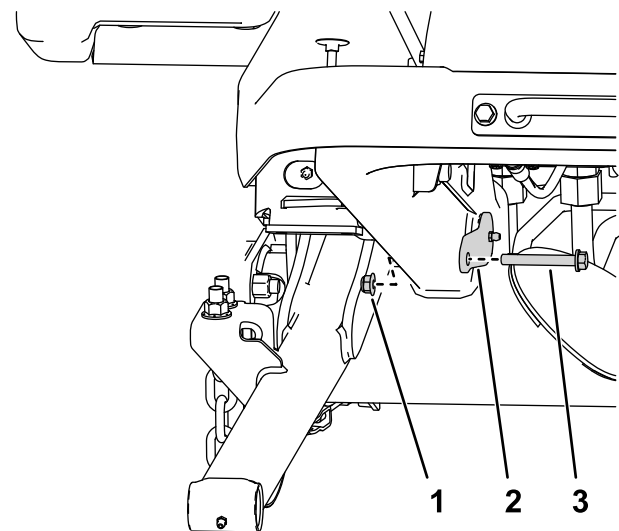

Рисунок 4
- D. Отверните гайки и болты, которые крепят большие штифты к подъемным рычагам, как показано на Рисунок 4.